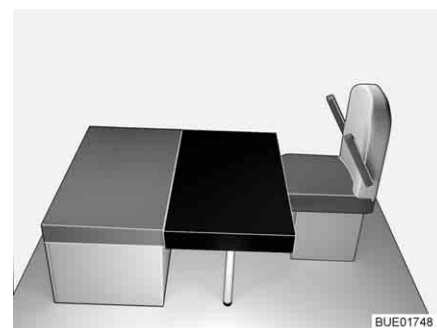

Fig. 150 Dopo la trasformazione
- Collocare il cuscino aggiuntivo rettangolare sul tavolo (davanti al cuscino dei sedili, vedi Fig. 150).